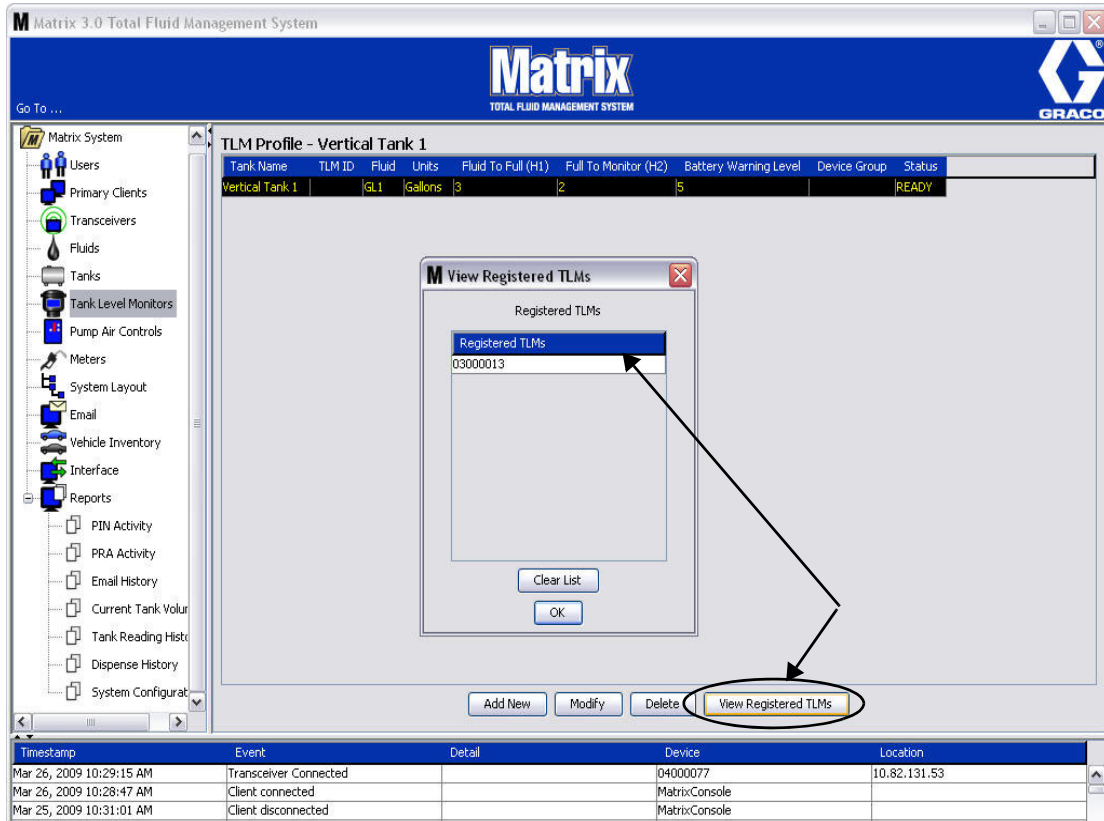

图 110
8. “清除列表”按键从系统中删除所有已注册的 TLM（图 110）。这些 TLM 必须用 Matrix 电脑重新注册。有关完整的 TLM 注册说明参见 TLM 说明手册。